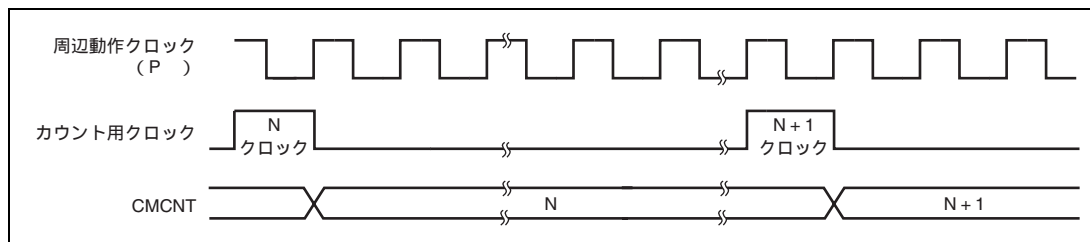

図 20.3 カウントタイミング
クロック (P) を分周して得られた 4 種類のクロック ($P/8$ 、 $P/32$ 、 $P/128$ 、 $P/512$) のうち 1 つを CMCSR の CKS[1:0]ビットにより選択することができます。図 20.3 にそのタイミングを示します。